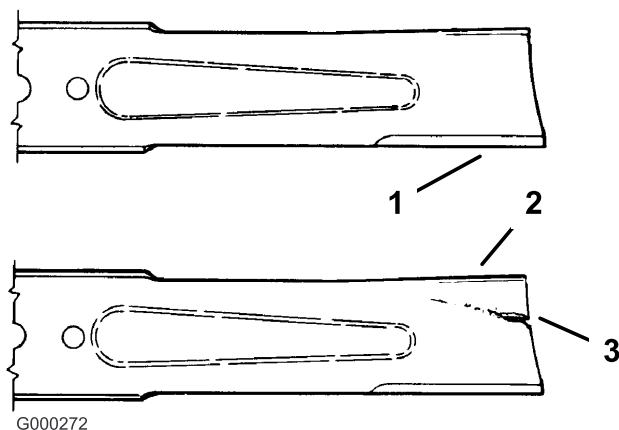

Figure 45
1. Examinez le tranchant des lames (Figure 45). Si les lames ne sont pas tranchantes ou si elles présentent des indentations, déposez-les et aiguisiez-les (voir Aiguisage des lames).
2. Inspectez les lames, surtout la partie incurvée (Figure 45). Remplacez immédiatement toute lame usée, endommagée ou qui présente une entaille (repère 3 de la Figure 45).